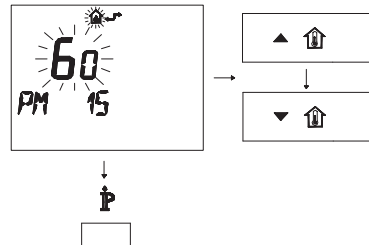

Figura 5.22
- Modifique el punto de consigna programado mediante los botones ▲ ⬆ o ▼ ⬆ hasta que aparezca un **punto de consigna de 60**; espere hasta que el número programado comience a parpadear (Figura 5.22).